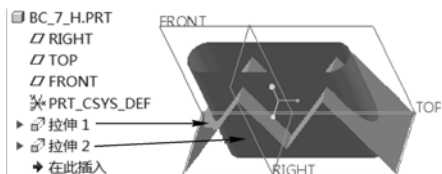
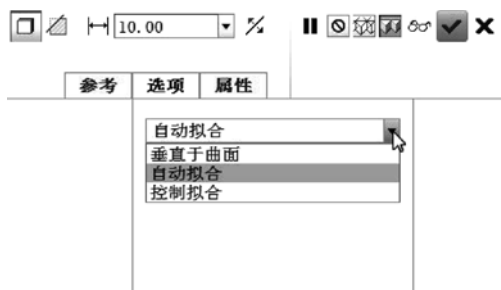
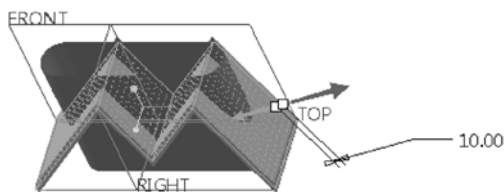

图 7-135 已有的曲面
图 7-136 设置加厚选项等
图 7-137 改变加厚特征的材料方向
① 在“快速访问”工具栏中单击“打开”按钮, 弹出“文件打开”对话框, 选择配套范例文件“bc_7_h.prt”, 然后单击“文件打开”对话框中的“打开”按钮。已有的曲面如图 7-135 所示。
② 选择“拉伸 1”曲面, 在功能区的“模型”选项卡的“编辑”面板中单击“加厚”按钮, 打开“加厚”选项卡。
③ “加厚”选项卡中的“实体”按钮处于被选中的状态。打开“选项”面板, 选择“自动拟合”选项, 如图 7-136 所示。
④ 输入材料厚度为“10”。
⑤ 单击“反转结果几何的方向”按钮两次, 以将加厚特征的材料方向切换为指向两侧, 预览的箭头方向(向两侧)如图 7-137 所示。